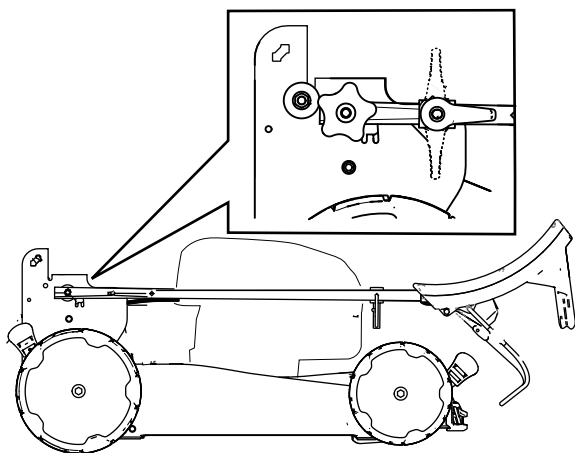

Figura 24
4. Pliegue el manillar hacia adelante del todo, como se indica en la Figura 24.